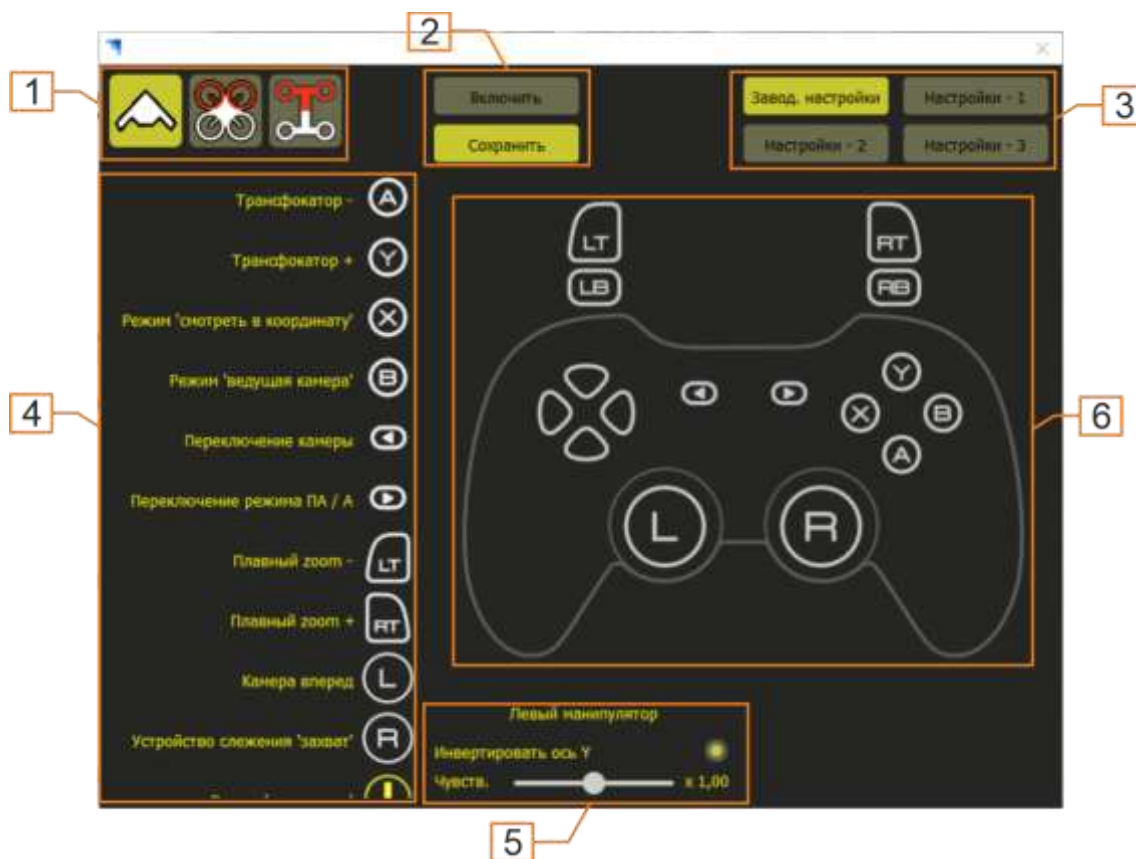

Рисунок 67 – Окно настройки кнопок управления джойстика
8.7 Инструмент «Джойстик» предназначен для включения/выключения функции управления БВС и ЦН с помощью подключенного джойстика (контроллера) и его настройки. При нажатии на кнопку «Джойстик» открывается окно настройки кнопок управления джойстиком (Рисунок 67).